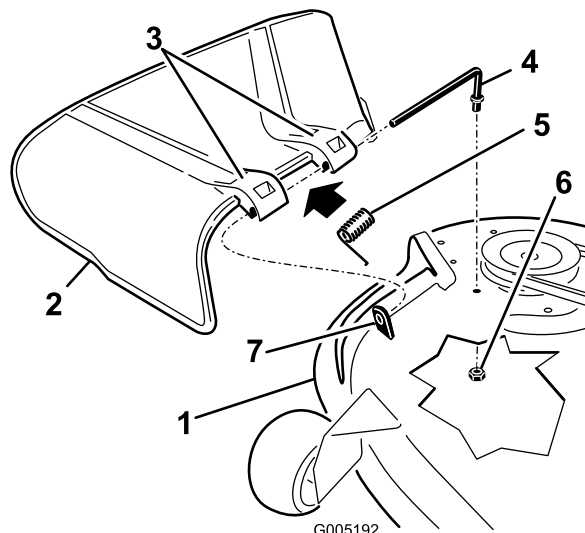

Figure 56
1. Repérez les éléments illustrés (Figure 56).
2. Retirez l'écrou (3/8") de la tige, sous le tablier de coupe (Figure 56).
3. Sortez la tige de la courte cheville de positionnement, du ressort et du déflecteur d'herbe (Figure 56). Enlevez le déflecteur s'il est endommagé ou usé.
4. Remettez en place le déflecteur d'herbe (Figure 56).
6. Placez le ressort sur la tige, les fils d'extrémité dirigés vers le bas, entre les supports du déflecteur d'herbe. Insérez la tige dans le deuxième support du déflecteur d'herbe (Figure 56).
l'extrémité arrière de la tige dans le tablier de coupe à l'aide d'un écrou (3/8") (Figure 56).